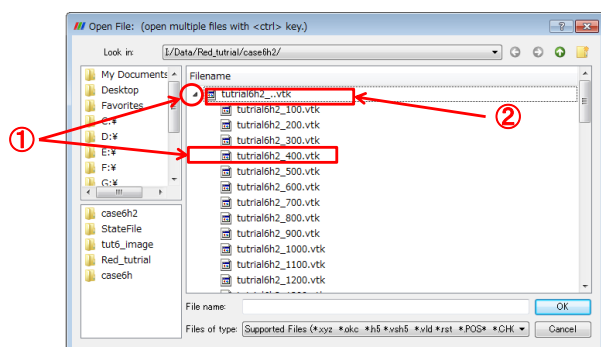
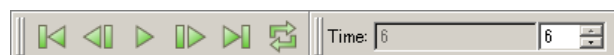
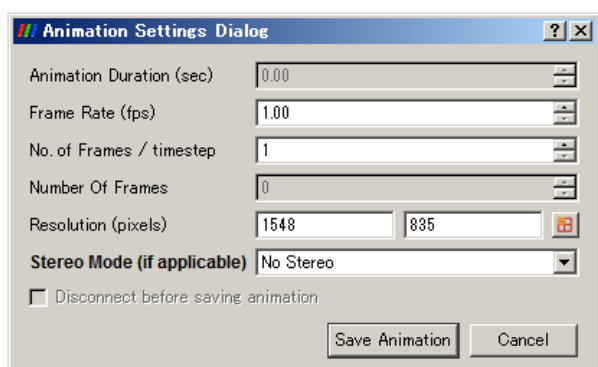

図 14 Open File のダイアログ画面
図 29 時系列データに関するツールバー
図 30 アニメーション作成のダイアログ画面
メニューバーの File→Open と選択すると図 14 のダイアログ画面が開き、ParaView で扱える
可視化ファイルの一覧が表示される。ファイル名を〇〇###.vtk (〇〇は共通の文字列で###は数字) とした場合、これら一連のファイルは〇〇..vtk という名称のツリー構造で表示される。ツリーを展開し、ファイル名を選択 (図 14①) すると、指定したファイルのみが読み込まれ、ツリーのトップにある〇〇..vtk を選択 (図 14②) すると、ツリーに含まれるファイル一式が読み込まれる。(アニメーションの作成を行う際には②の方法で読み込む)
図 14②の手順で読み込まれた一式のファイル群は時系列データとして扱われる。この場合、図 29 に示す VCR Controls (左) と Current Time Controls (右) の 2 つのツールバーによって表示するフレームを指定することになる。また、時系列データで読み込んだ場合には、コンター図やベクトル分布図、流線図をアニメーションファイルとして保存することもできる。メニューバーの File→Save Animation を選択すると、図 30 のダイアログ画面が表示され、フレームレートや解像度等を設定し、AVI 形式で動画ファイルが作成される。